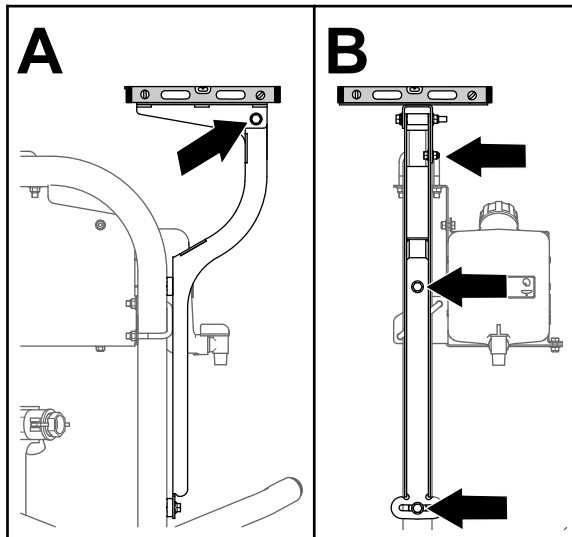

图 154
3. 将接收器底板从左到右调平图 154。
5. 将接收器底板从前到后调平图 154。